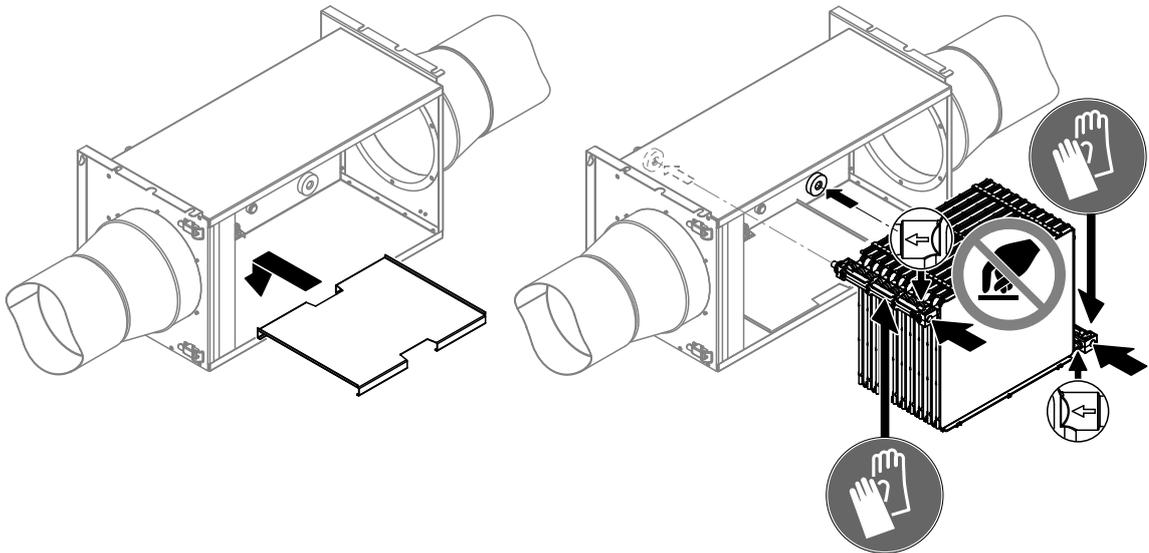

Abb. 27: Bodenblech und Befeuchtereinsatz einbauen
9. Legen Sie das Bodenblech in das Befeuchtergehäuse ein (siehe *Abb. 27*).